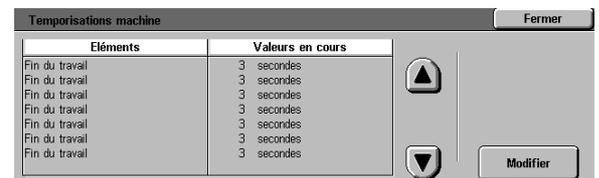

Figure 54 : Ecran Temporisation
- A l'aide des **flèches vers le haut et vers le bas** (figure 54), augmentez ou réduisez le délai d'inactivité du système à l'issue duquel ce dernier restaure les valeurs par défaut, passe en mode veille, est mis hors tension ou quitte le mode Administration système. La valeur définie doit être comprise dans la plage admise.